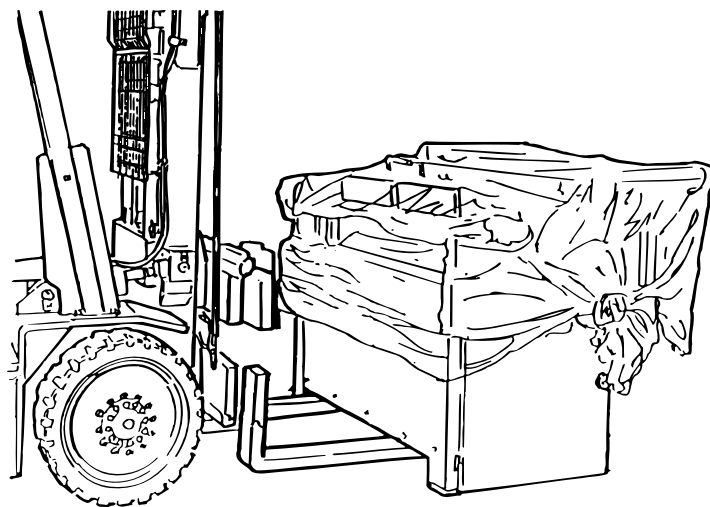

Fig. 2.2
- Inserendo le forche di un carrello elevatore sotto il basamento, al centro della macchina, vedi fig. 2.2. Disporre le forche, alla massima distanza tra di loro affinché, sia possibile sollevare in condizione di sicurezza il carico.